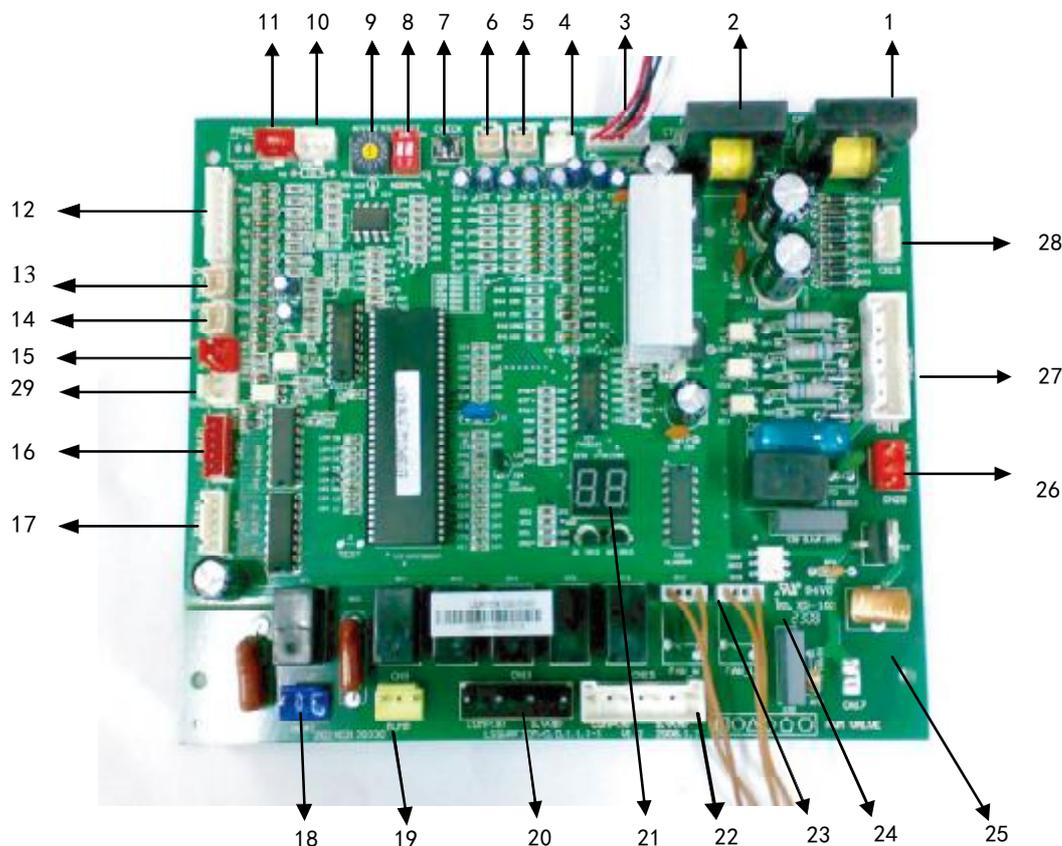

Fig.5-4
5.2.2 Placa de control principal (ver la Fig. 5-4)
5.3 Descripción detallada de las partes de la placa principal (Fig. 5-4)